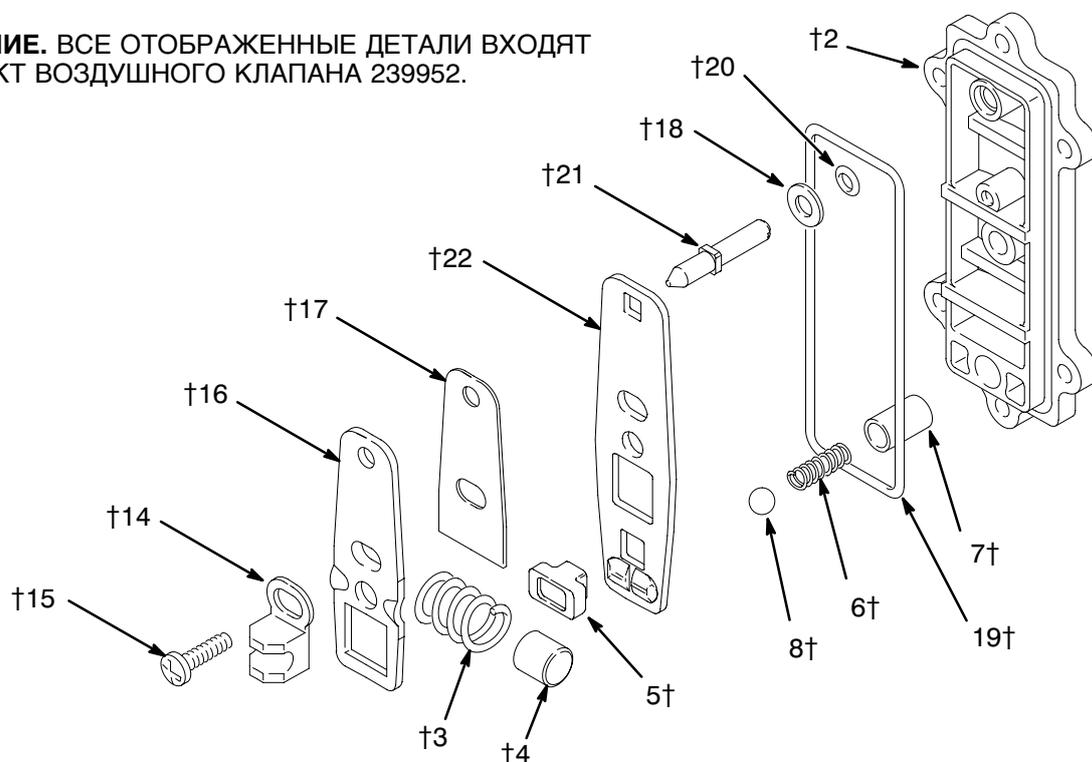

Рис. 11
3. Извлеките винт (15) и сдвигаемое седло (14). См. рис. 11.
4. Разберите соединительный узел, состоящий из приводной соединительной планки (16), распорки (17), соединительной планки фиксатора (22), пружины (3), стопора (4) и манжеты клапана (5).
5. Удалите шарик фиксатора (8) и пружину (6). Кольцо фиксатора (7) устанавливается с прессовой посадкой и не должно удаляться. Если его нужно заменить, следует заменить и крышку (2).
6. Удалите штифт сброса (21), уплотнительное кольцо (20) и шайбу (18).